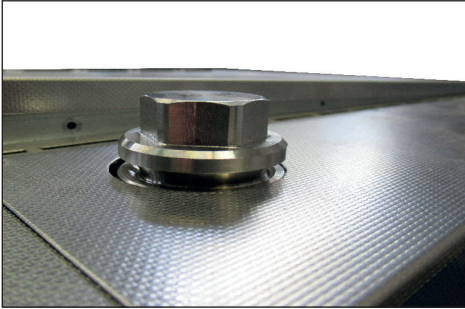

Abb. 39
1. Verschluss des Kühlmittelbehälters öffnen. (Abb. 39).